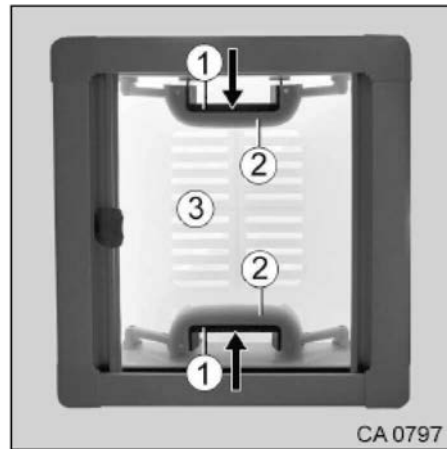

Fig. 64 Lanterneau manipulable à deux mains
1. Comprimer la partie mobile de la poignée (Fig. 64/1) et la partie fixe de la poignée (Fig. 64/2).
2. Pousser simultanément la poignée vers le haut pour amener le lanterneau (Fig. 64/3) sur la position d'ouverture souhaitée.
2. Tirer simultanément sur la poignée vers le bas pour fermer le lanterneau (Fig. 64/3).